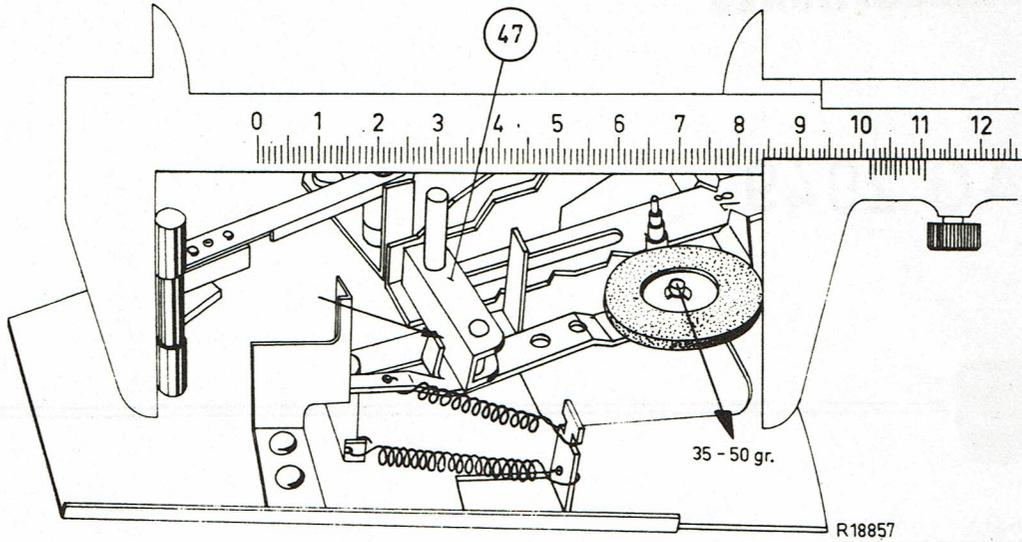

Fig.1
Au moyen d'un pied à coulisse on peut contrôler ceci. Ce pied -- réglé à 101,5 mm -- est tenu sur la roue intermédiaire et l'axe du plateau (voir fig. 1), tandis que la roue intermédiaire est légèrement repoussé.
4. La pression de la roue intermédiaire contre la poulie est d'environ 30 - 50 gr. (voir la fig. 1).
Dans la position pour le AG 3019 et AG 3209 la pression d'aiguille correcte est ajustée en déplaçant la plaque de butée 67 (voir la fig. 1).